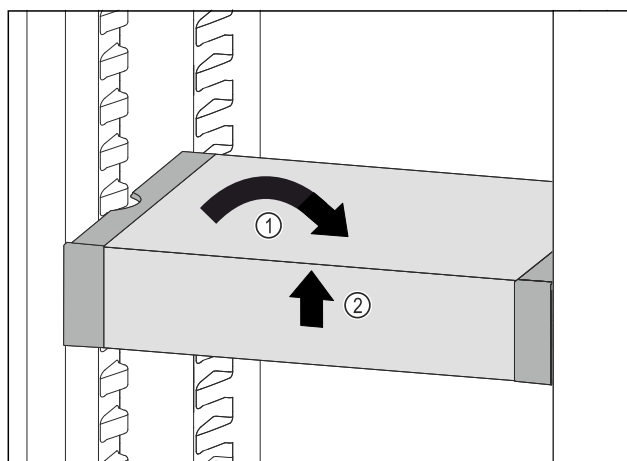

Fig. 80
- VarioSafe postavte rovno. Fig. 80 (1)
- VarioSafe nadvihnite vpredu. Fig. 80 (2)